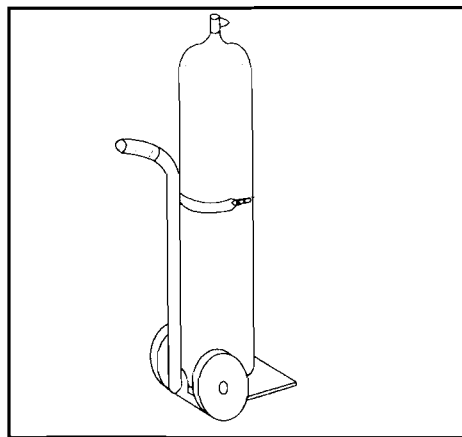

FIGURA 7.3: CARRO PARA TRANSPORTE DE BOTELLAS CON CADENA DE SEGURIDAD
- Emplear grúa con cesta o plataforma para subir o bajar las botellas, nunca utilizar un electroimán (el corte de tensión resultaría en una caída de las botellas). Para su transporte se emplearán carros con cadenas de seguridad (figura 7.3) y sólo desplazarlas a mano por rodadura para desplazamientos cortos.